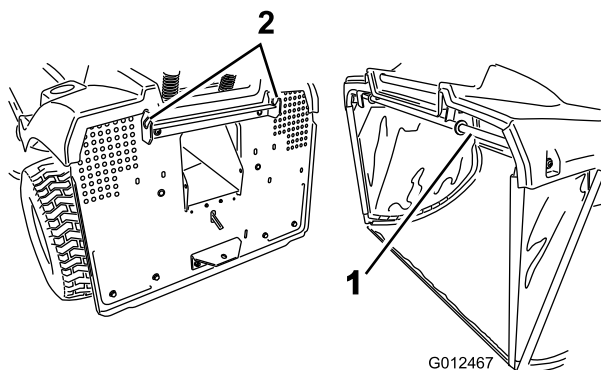

図 38
1. バッグの上部についているサポートバーを、機体後部にあるサポートブラケットの2つのノッチにはめる 図 38。